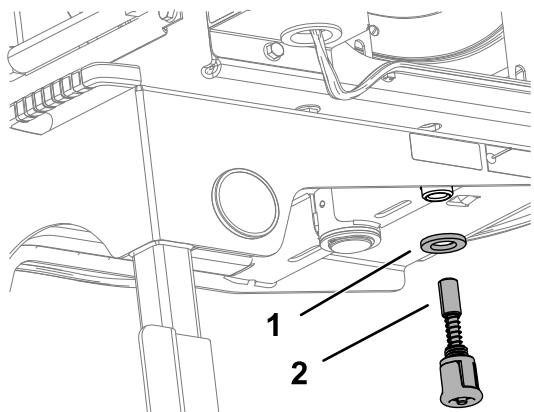

図 12
6. ホースリールフレームの下側に、ワッシャとスプリングピンを取り付ける図 12。